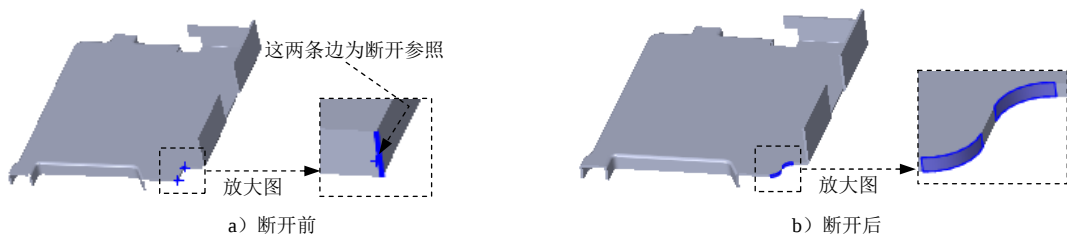

图 7.6.31 断开-边角 6
Step18. 创建图 7.6.31 所示的钣金特征——断开-边角 6。操作步骤参见 Step4，断开边角的边线如图 7.6.31a 所示，圆角半径值为 3.0。